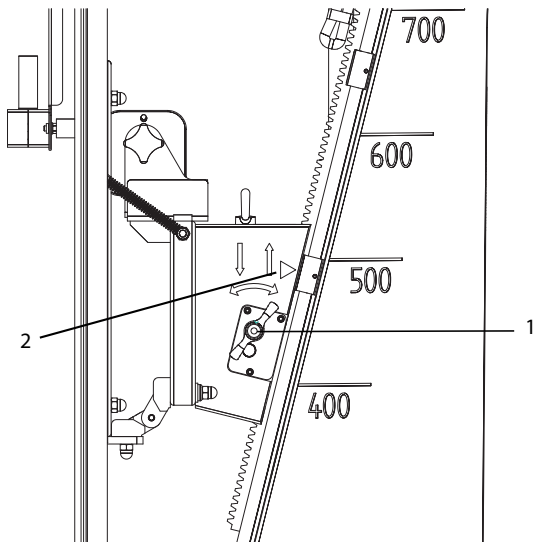

Abb. 9: Verschieben nach oben
2. Vertikaleinstellung auf Abwärts (nach links drehen) stellen. Siehe auch Abb.9.